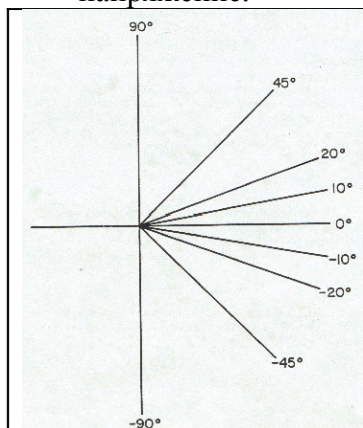

Рис. 4. Карта - схема с указанием углов изгиба скрепки.
3. Проделайте такую же процедуру на отдельных скрепках для каждого из 4-х углов, указанных на рис. 4.